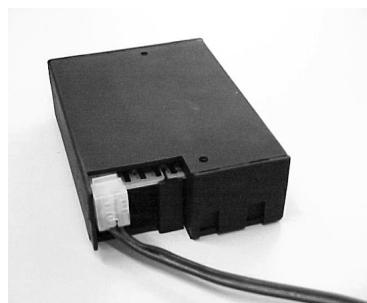

fig. 8
- Schuif de witte stekker van het aansluit snoer achterop de printplaat van de ontvanger (fig. 8).